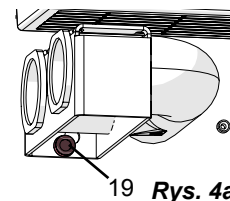

Rys. 3
Das Öffnen und Schließen der Saugkanäle erfolgt über pneumatische Quetschventile (15, Abb. 3).
- ⇒ Zawór zaciskowy (15 Rys. 3) wyciągnąć z kolektora ssącego (16, Rys. 3).
- ⇒ Wykręcić śrubę radełkową (19).
- ⇒ Kolektor ssący (16) razem ze wspornikiem (20) zwolnić ze śrub mocujących (26) przez obrót i wyciągnąć do tyłu z króćca przyłączeniowego wyciągu (A).
- ⇒ Kolektor ssący wypchnąć z uchwytu (B), obrócić (C) i w nowym położeniu wepchnąć ponownie we wspornik (D).
- ⇒ Kolektor ssący nasadzić na króciec przyłączeniowy na wyciągu i osadzić wspornik na śrubach mocujących (26) (E).
- ⇒ Wspornik zabezpieczyć śrubą radełkową (19).